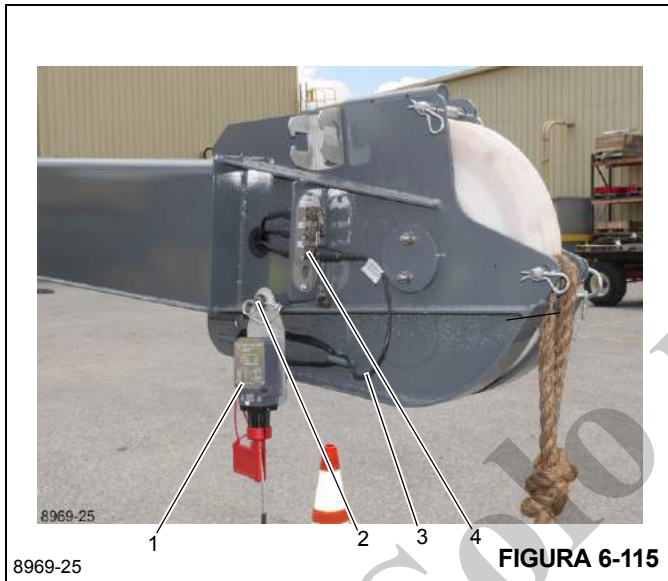

FIGURA 6-115
1. Instale el interruptor de prevención del contacto entre bloques (1) en el pasador (2) y asegúrelo con una pinza de retención (Figura 6-115).
2. Coloque el cable de prevención del contacto entre bloques (3) de modo tal que no se dañe durante el funcionamiento de la grúa, y conecte el interruptor de prevención del contacto entre bloques en el receptáculo (4).
1. Retire el enchufe del receptáculo (4) (Figura 6-115).
2. Retire el conjunto de interruptor de prevención del contacto entre bloques (1) del pasador (2).